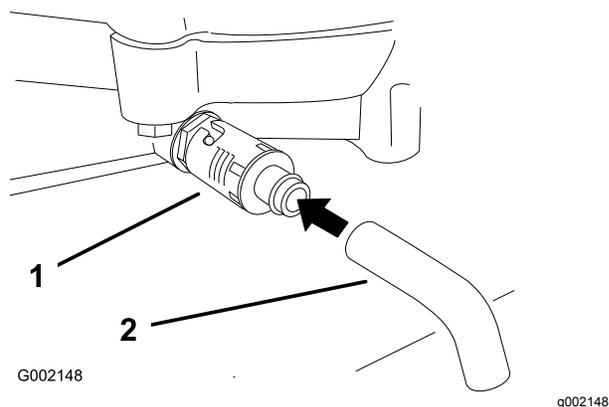

図 17
4. ドレンの下に廃油受けを置く。ドレンバルブを回して開き、オイルを排出する 図 17。